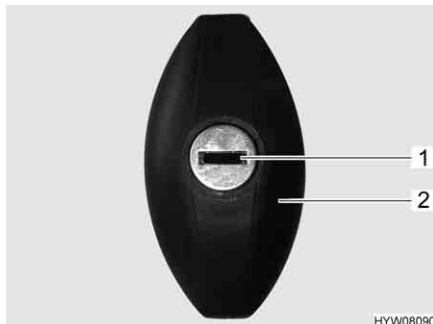

Fig. 54 Serratura dello sportello (ellittico, chiuso)
- Inserire la chiave nel cilindro della serratura (Fig. 54,1) e ruotare in senso antiorario di un mezzo giro. La maniglia della serratura (Fig. 54,2) scatta all'infuori.